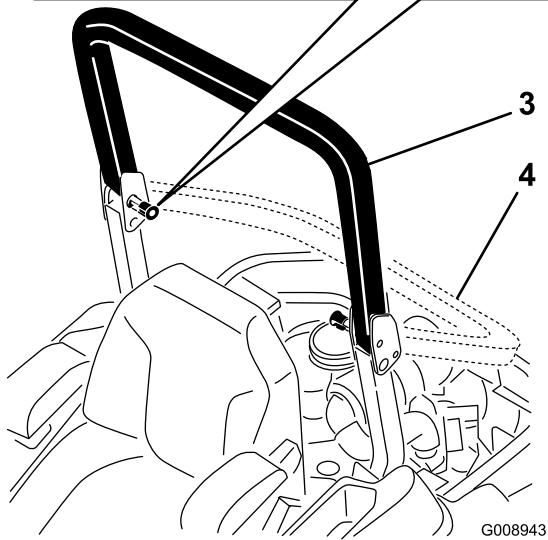

Bild 7
- 4. Zum Hochklappen des Überrollbügels heben Sie ihn an und drehen die Handräder so, dass sie teilweise in den Schlitten sitzen (Bild 7).
- 5. Klappen Sie den Überrollbügel ganz hoch und drücken Sie gleichzeitig am oberen Überrollbügel; die Stifte rasten ein, wenn die Löcher mit den Stiften ausgefluchtet sind (Bild 7). Wenden Sie Druck auf den Überrollbügel an, um sicherzustellen, dass die Stifte eingerastet sind.